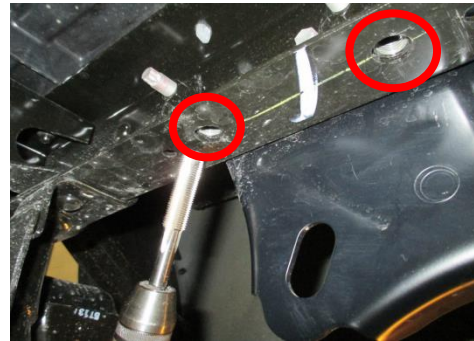

Figure 2
- Nettoyage de l'écrou soudé – Utiliser un taraud M12 x 1.25 pour nettoyer deux (2) écrous soudés au bout du longeron de chaque côté, si nécessaire, voir Figure 2.
1. Nettoyage de l'écrou soudé – Utiliser un taraud M12 x 1.25 pour nettoyer deux (2) écrous soudés au bout du longeron de chaque côté, si nécessaire, voir Figure 2.